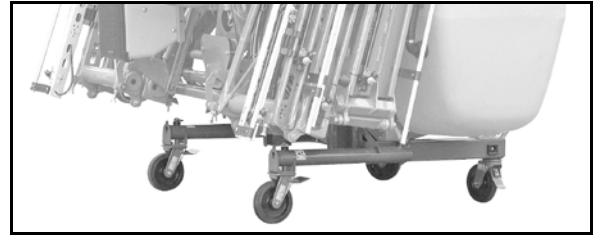

Bild 8
- Stödfötter till vänster och till höger (Bild 8) som skyddar den fränkopplade maskinen från att tippa